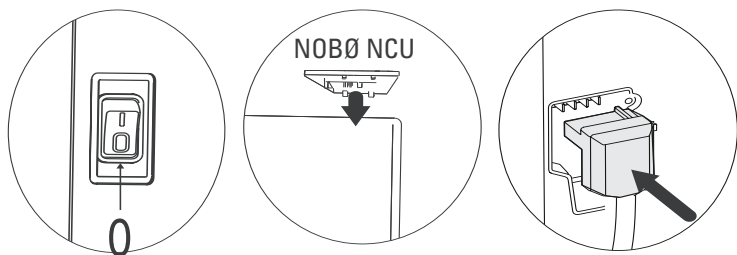

Рис.5
**5-1). Электронный термостат:** Термостат предназначен для использования с моделями обогревателей Nobø серии **Nordic NFK 4W**. Термостат поставляется в собранном виде, и замена должна осуществляться квалифицированным специалистом. Во время установки термостата прибор должен быть отключен от сети электропитания. На рис. 5 ниже показано, как установить термостат и подключить электропитание.